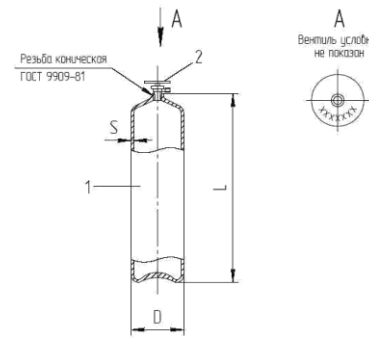

Рис. 2. Общий вид корпуса
- Основные параметры и размеры корпусов соответствуют указанным на рис. 2 и в табл. 1.